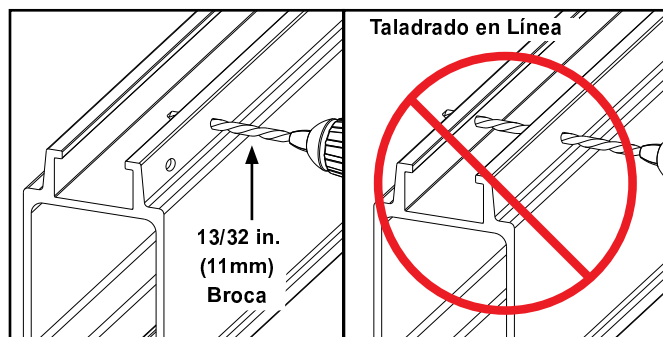

Figura 3-71
- Paso 2. Haga dos (2) barrenos usando broca 13/32" (11 mm) . No trate de taladrar en línea. Vea Figura 3-71.